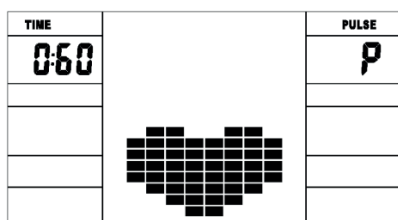

Рисунок 24
- B.** Натисніть кнопку RECOVERY, щоб розпочати тест відновлення пульсу, і комп'ютер перейде в режим стоп (Рис. 24).